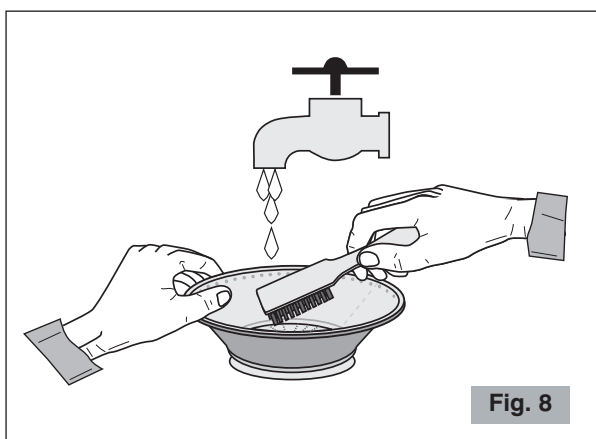

Fig. 8
- Pour pouvoir extraire le maximum de jus, toujours s'assurer que le panier est soigneusement nettoyé en utilisant une brosse en nylon. Pour cela, mettre le panier sous le robinet et brosser la partie intérieure du tamis (voir Fig. 8), puis contrôler en contre-lumière que le tamis n'a pas